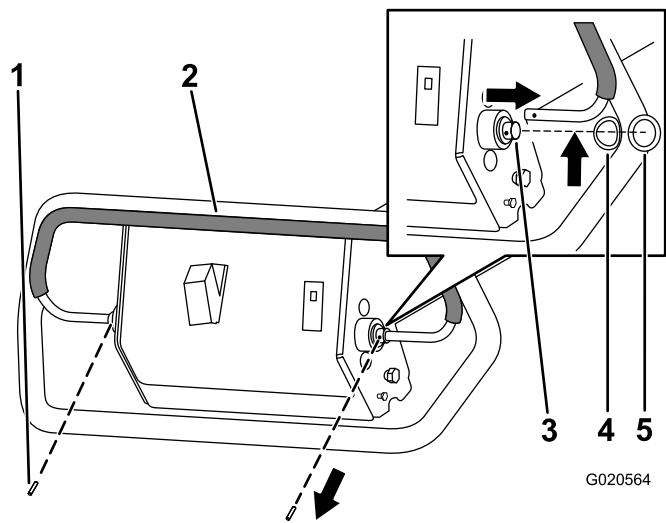

図 6
- 走行ハンドルの左側端部から、ロールピンを取り外す (図 6)。
- 走行ハンドルの右側端部から、ロールピンを取り外す (図 6)。
- 走行ハンドルの左側端部を持ち上げて左へ移動させ、ハンドルの左端をピボット軸から解放する (図 6)。
- 走行ハンドルを、ピボット軸から右へ動かす (図 6)。
- 走行ハンドルを取り外す (図 6)。